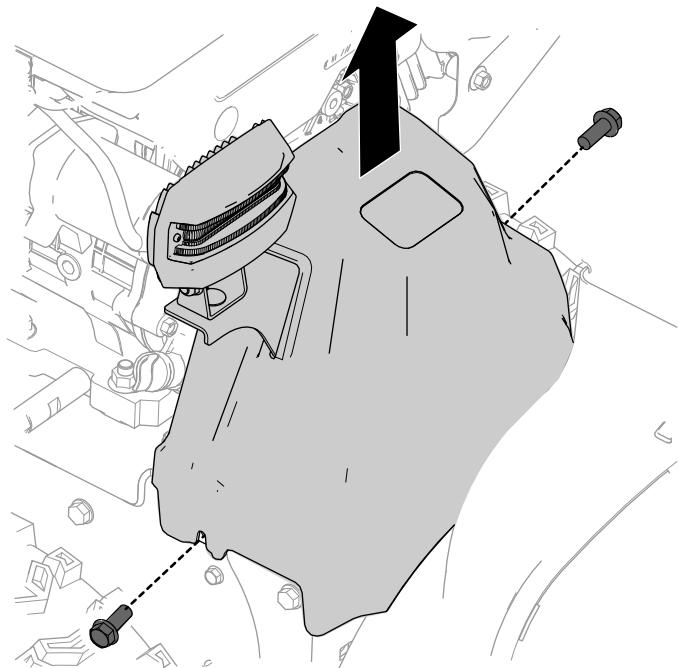

Figure 6
1. À l'avant de la machine, retirez les 2 vis (1/4" x 5/8") qui fixent le protège-courroie sur la machine (Figure 6).
3. Déposez le protège-courroie (Figure 6).